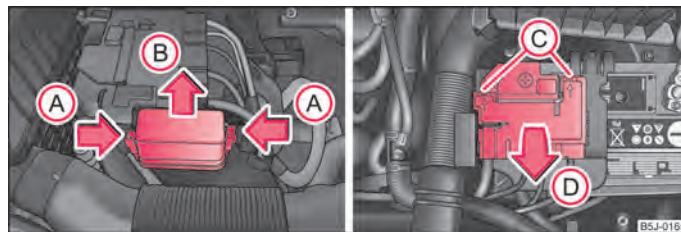

Fig. 148 Batteria: coperchio fusibili
- Contemporaneamente premere gli elementi di bloccaggio del coperchio fusibili nel senso della freccia (A) ⇒ fig. 148 e sfilare il coperchio nel senso indicato dalla freccia (B).
- Utilizzando un cacciavite piatto, sbloccare i supporti nelle aperture (C) e ruotare verso l'alto il coperchio in direzione della freccia (D).